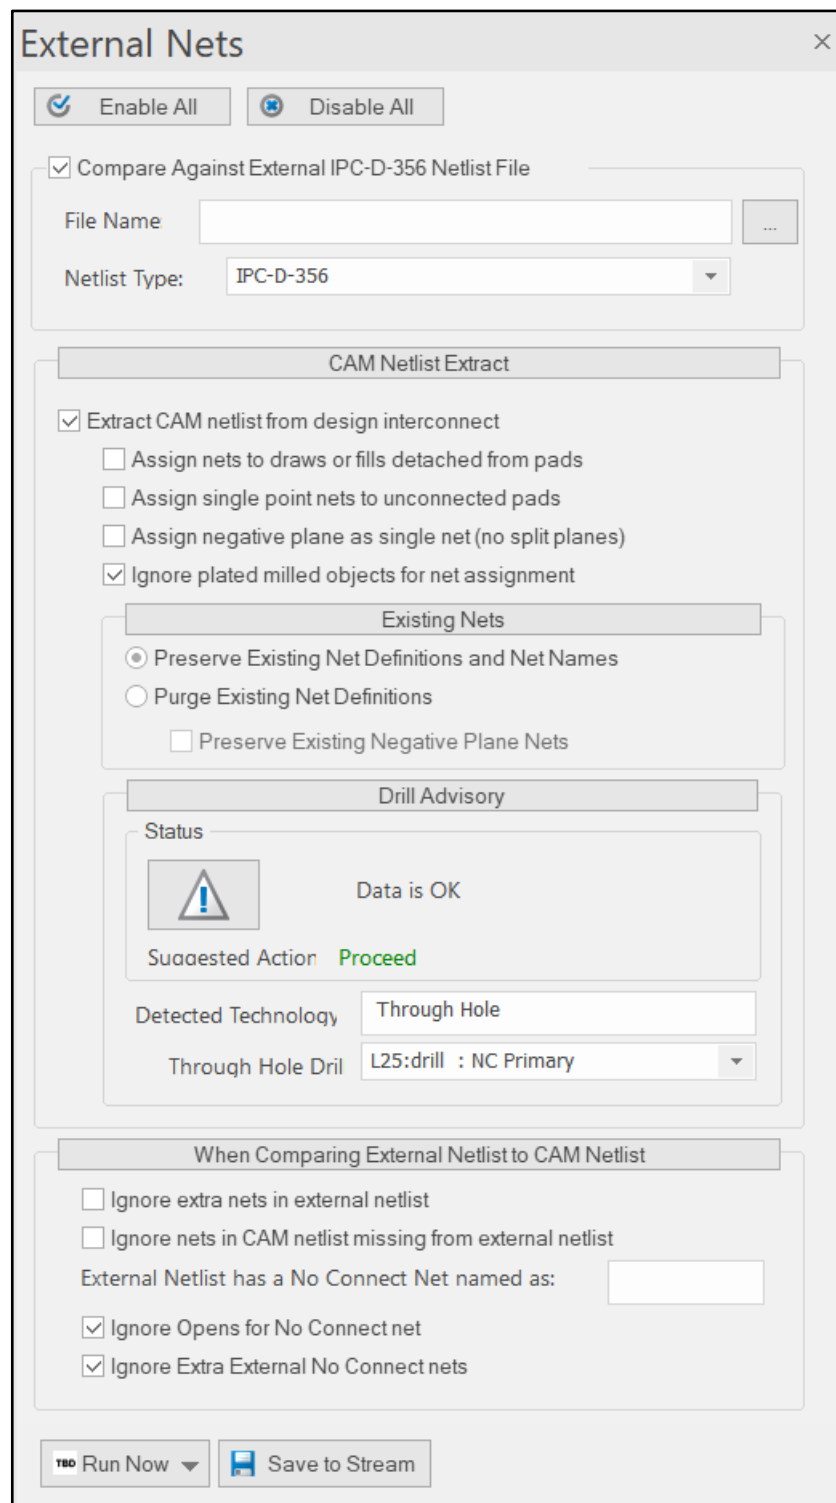

Рис. 5 Меню инструмента External Nets.
2. Нажатие на инструмент  открывает следующее меню (рис.5).